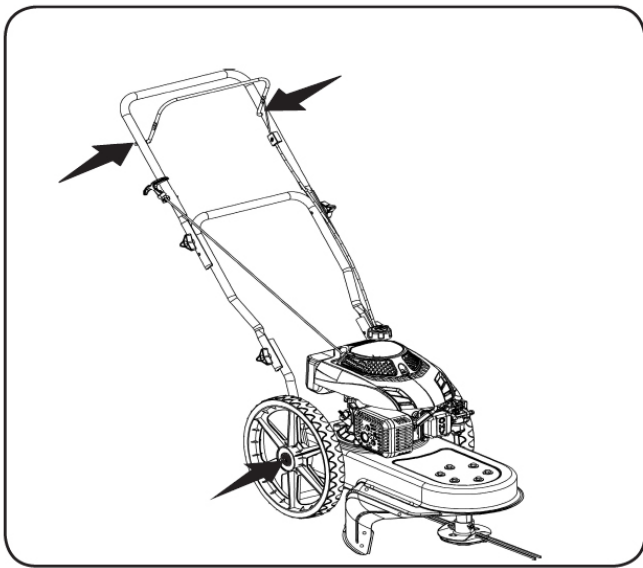

Figure 6-1
1. Lubrifiez les points de pivot sur le levier de commande au moins une fois par saison avec de l'huile légère. Cette commande doit fonctionner librement dans les deux sens. Voir Figure 6-1.
2. Lubrifiez les roues au moins une fois par saison avec de l'huile légère (ou de l'huile moteur). Si les roues sont retirées pour une raison quelconque, lubrifiez la surface du boulon d'essieu et la surface intérieure de la roue avec de l'huile légère. Voir Figure 6-1.